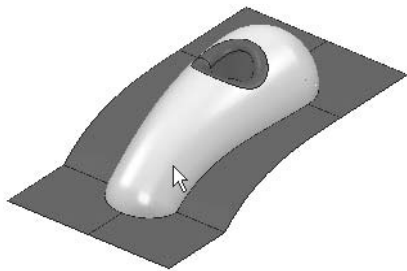
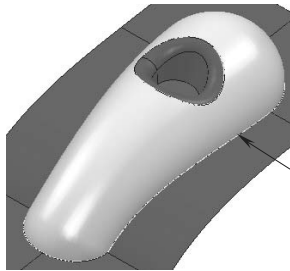

图 2-7 选择曲面片
图 2-8 边界 1
2) 创建边界:在 PowerMILL 资源管理器中,右击边界树枝,在弹出的快捷菜单条中单击“定义边界”→“用户定义”,打开“用户定义边界”对话框,在绘图区单击图 2-7 所示曲面片,在“用户定义边界”对话框中单击模型按钮,创建出图 2-8 所示边界 1。单击“取消”按钮,关闭“用户定义边界”对话框。